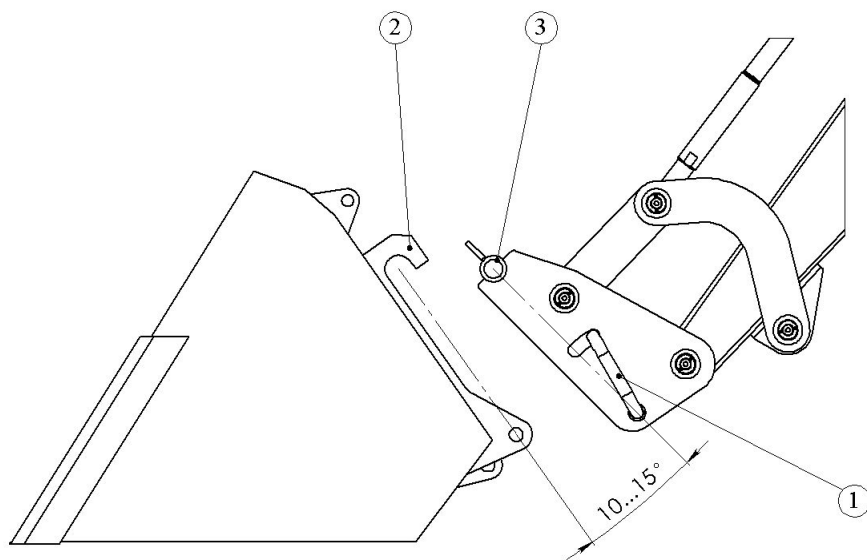

Рис. 6.3.1. Установка сменных рабочих органов
6.3.1. Вытяните на себя и поверните по часовой стрелке стопор (1) (см. рис. 6.3.1), расположенный в левой части держателя, пока он не будет зафиксирован упором (на рисунке показан стопор в зафиксированном положении).
6.3.2. При помощи гидроцилиндров рабочих органов наклоните держатель рабочих органов вперёд как показано на рис. 6.3.1, т.е. наклон должен быть на 10...15° больше, чем плоскость прилегания держателя.